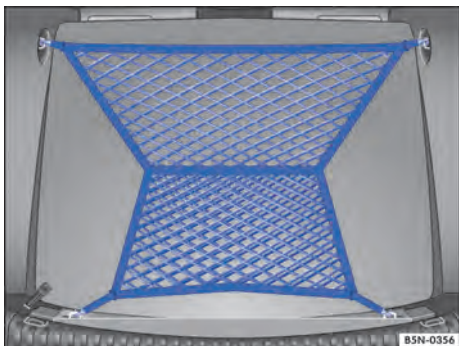

Fig. 101 No compartimento de bagagem: rede para bagagem presa.
- Prender os ganchos da rede para bagagem ⇒ Fig. 101 nos olhais de amarração ⇒ . A abertura da bolsa da rede para bagagem deve estar voltada para cima.
- Desprender os ganchos da rede para bagagem ⇒ Fig. 101 dos olhais de amarração.